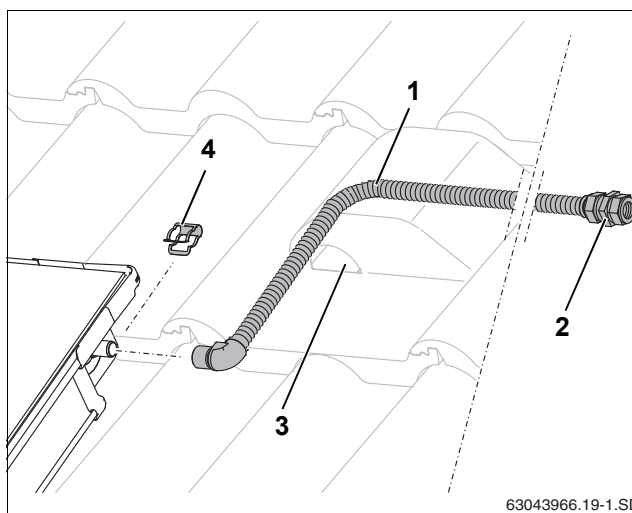

Рис. 53 Монтаж подающей линии (без воздушного клапана на крыше)
- ▶ Наденьте соединительную трубу (1000 мм, рис. 53, [1]) на штуцер подающей линии коллектора и зафиксируйте зажимом (рис. 53, [4]).
- ▶ Проведите трубу вместе с проводом датчика через черепицу с вентиляционным отверстием (рис. 53, [3]) и изоляцию кровли.
- ▶ Подключите сборную линию к резьбовому соединению с зажимным кольцом (рис. 53, [2]).